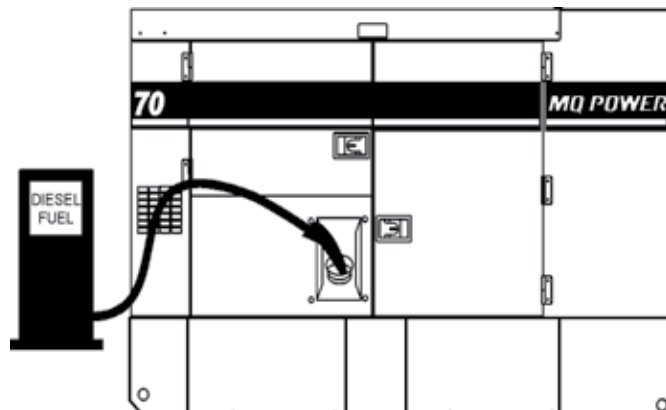

Figure 31. Ravitaillement de la génératrice
2. Retirez le bouchon du réservoir (réservoir de carburant interne) et remplissez le réservoir comme indiqué dans Figure 31.